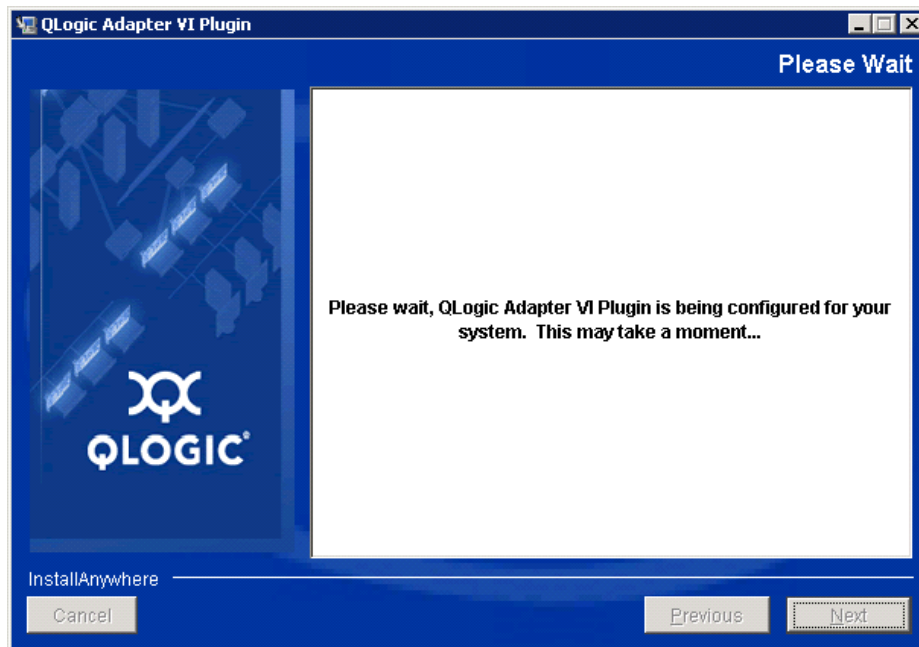

Abbildung 2-15. Konfiguration des QConvergeConsole-Plug-in für VMware vCenter Server
9. Warten Sie, bis der Assistent die Konfiguration des Plug-in fertig gestellt hat (siehe Abbildung 2-15).